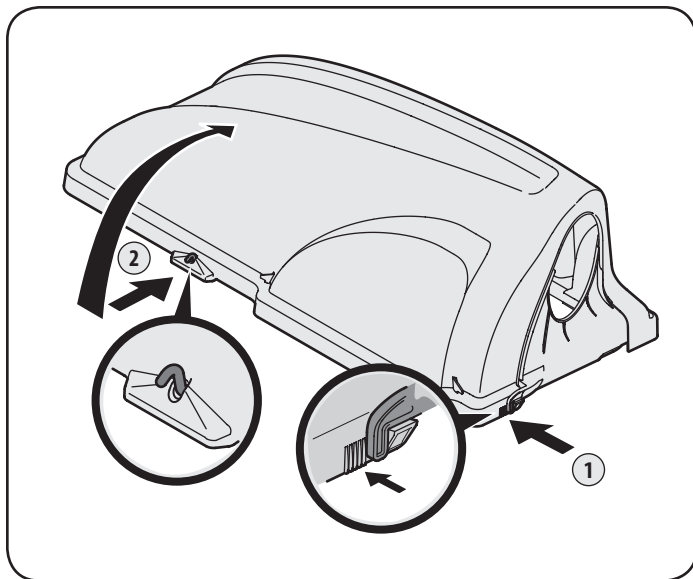

Figure 47
2. Abra la cubierta de hierba receptor empujando en la, pestaña del lado derecho trasero con la mano derecha, como se muestra en (1) de la Figure 47, y levantando con su mano izquierda en la parte central trasera, (2).